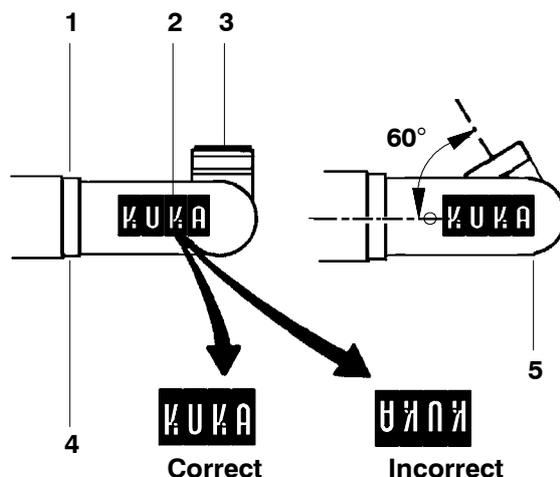

Fig. 100 Vidange d'huile
- (1) Mettre le robot en service et amener le bras en position horizontale. Amener le poignet en ligne (Fig. 100) en position mécanique zéro.
- (2) Déplacer l'axe 5 de telle manière que la bride de fixation (3) montre vers le haut et soit horizontale.
- (3) Dévisser la vis de remplissage (1) de A 4.
- (4) Dévisser la vis de vidange (4) de A 4 et prévoir un récipient pour l'huile qui va s'écouler.
- (5) Déplacer l'axe 5 de telle manière que la vis de vidange (5) montre vers le bas (voir Fig. 100, à droite)
- (6) Dévisser la vis de vidange (5) du bloc réducteur A 5 et prévoir un récipient pour l'huile qui va s'écouler.
- (1) Fermer l'orifice de vidange (Fig. 100/4) et déplacer le poignet pour que la vis de vidange (5) montre vers le haut.
- (2) Remplir avec la quantité d'huile prescrite.